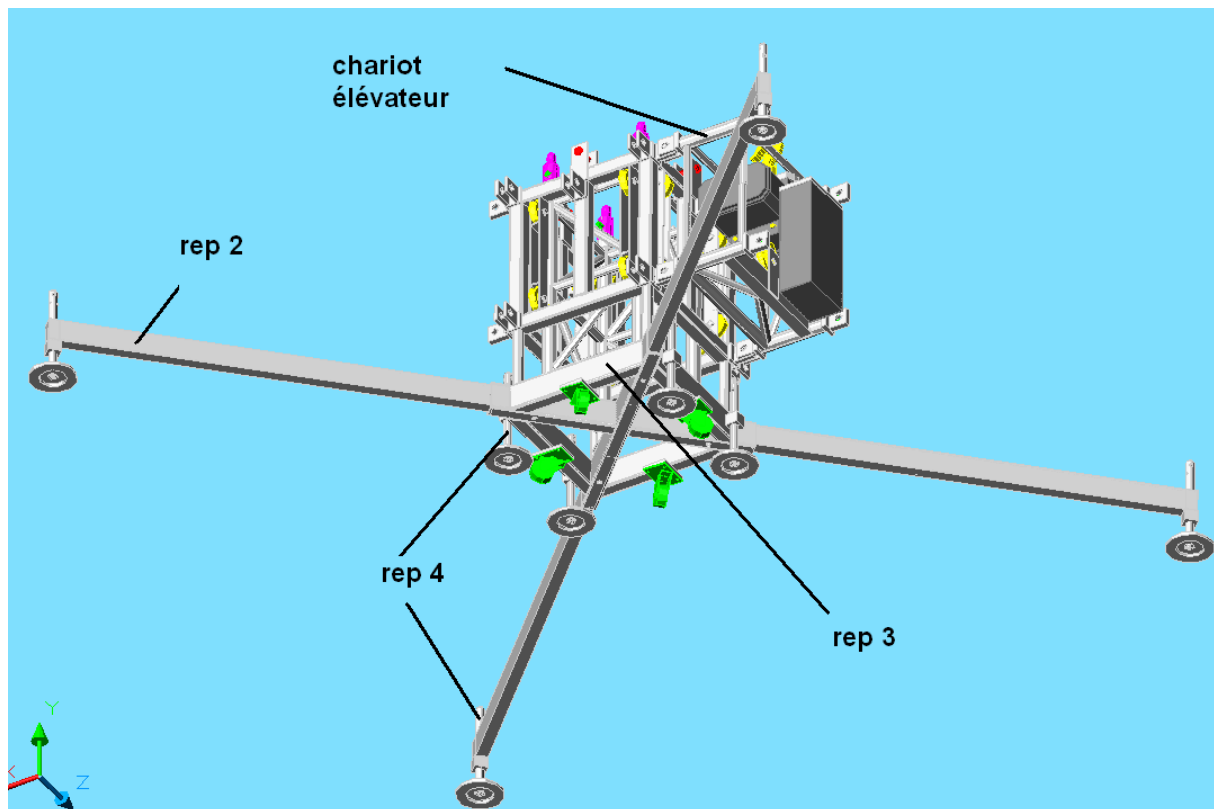

fig.3
- b) Abaisser les 4 vérins de stabilisation (rep 4) se trouvant sous le châssis (rep 3) pour soulager ceux placés aux extrémités des pieds (rep 2) (fig.3).